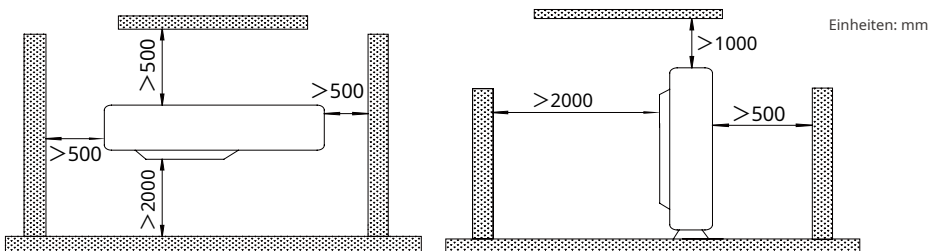

Abb. 4
5. Der Installationsraum des Geräts sollte wie in Abb. 4 angegeben sein. Platzbedarf für die Installation des Außengeräts: